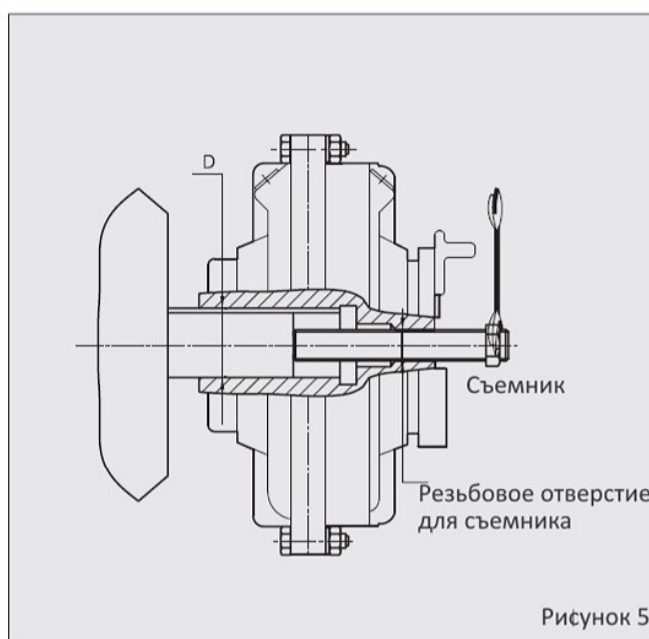

Рисунок 5
- Ввинтите съемник в резьбовое отверстие гидромуфты как показано на рис.5. Съемник будет стягивать муфту с вала двигателя. Размеры отверстия для съемника указаны в таб.3